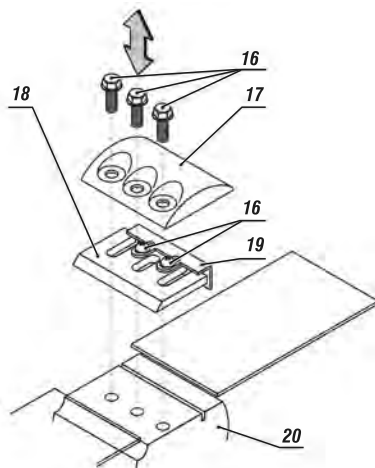

fig. 10 – sustitución de las cuchillas
3. Retire la protección (17), la cuchilla (18) y la placa de ajuste (19);
4. Suelte los tornillos (16) retire la placa de ajuste (19) y la cuchilla (18), conforme fig. 10;